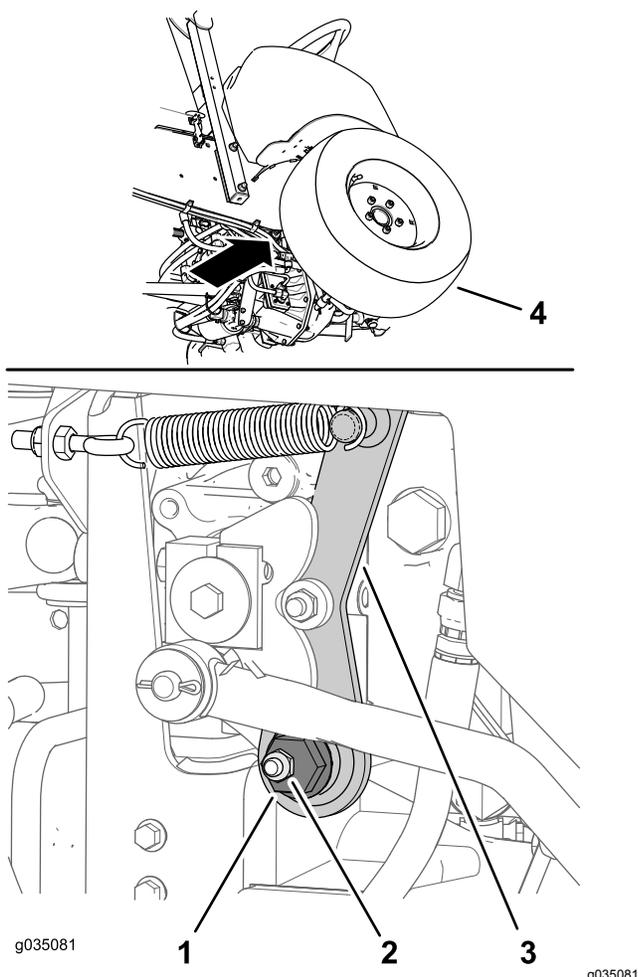

Figura 68
1. Individuate l'esagono eccentrico a destra della pompa idraulica e sotto la consolle di comando (Figura 68).
2. Allentate il dado di fissaggio fino a quando non potete muovere l'esagono eccentrico (Figura 68).
4. Ruotate l'esagono eccentrico in senso antiorario fino a quando la ruota anteriore non inizia a ruotare in avanti, poi ruotate l'esagono eccentrico in senso orario fino a quando la ruota anteriore non inizia a ruotare indietro (Figura 68).